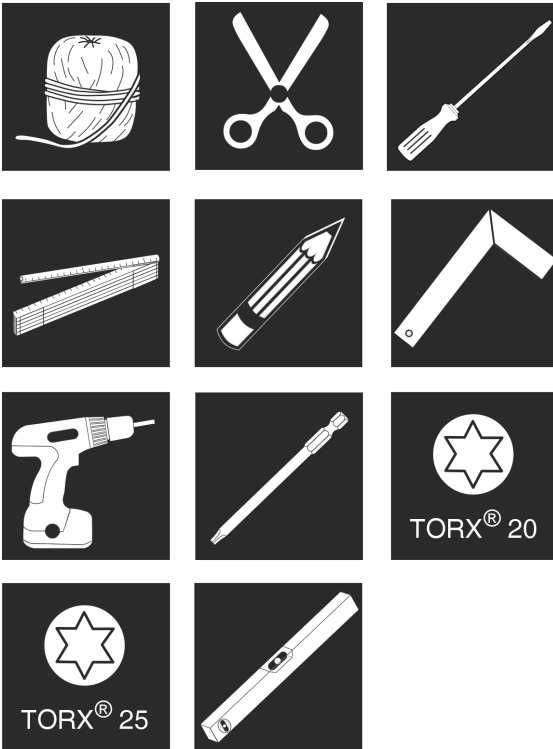

Fig. 8
1. Werkzeug bereitstellen. Fig. 8 ()